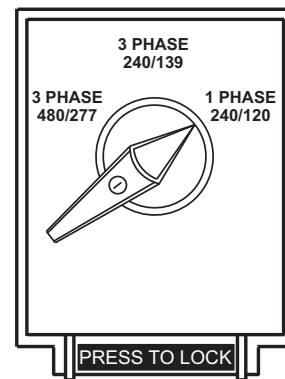

Figure 25. Sélectionneur de tension (position monophasée 240/120 volts)
1. Placez l'interrupteur de sélection de la tension en **position monophasée 240/120 volts**, comme indiqué sur la Figure 25.